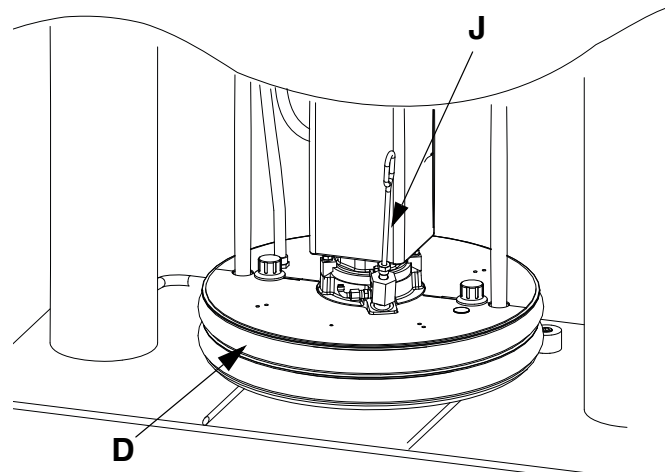

FIG. 17: Plato calentado
3. Lubrique las juntas del plato (D) con grasa u otro lubricante compatible con el fluido que bombeará.
5. Coloque un bidón de fluido lleno en la base del elevador, deslícelo hacia atrás contra los topes para bidón y céntralo debajo del plato (D). Hay disponible un kit de rodillos para bidón para facilitar la carga del bidón en la base. Pida el kit 255627.
6. Retire la varilla de purga de la lumbrera de purga (J) del plato. Vea la FIG. 17.